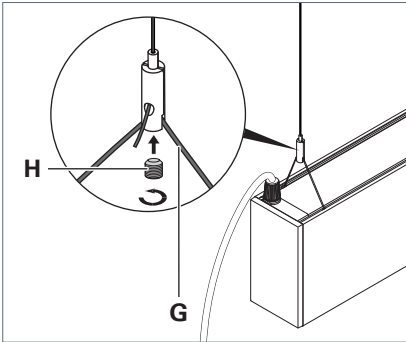

Fig. 22: Leuchte an Drahtseilhalter befestigen.
- ▶ Schieben Sie das Drahtseil **G** der Leuchte in den Drahtseilhalter, siehe Fig. 22.